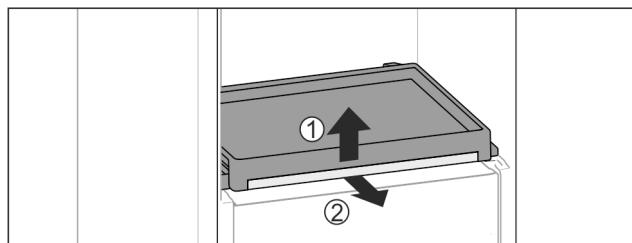

Fig. 111
- Выньте выдвижную панель со стеклянной панелью: Слегка приподнимите спереди стеклянную полку *Fig. 111* (1) и потяните вперед *Fig. 111* (2).